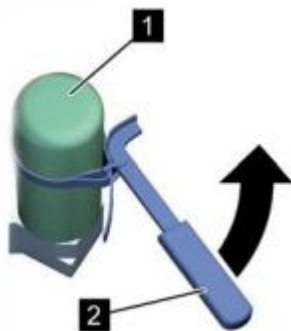

Рис. 40: Отсоединение фильтра тонкой очистки
5. ➤ С помощью ленточного ключа (Рис. 40/2) удалите старый фильтр тонкой очистки (Рис. 40/1).